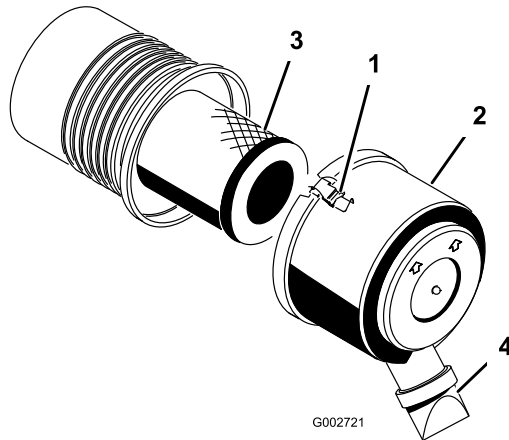

Bild 27
1. Lösen Sie die Laschen, mit denen die Abdeckung am Luftfilterkörper befestigt ist (Bild 27).